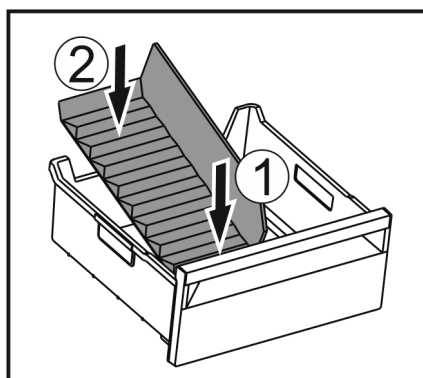

Fig. 98
- ▶ 装入冰格分隔器前部。Fig. 98 (1)
- ▶ 将冰格分隔器后部放低至抽屉底板。Fig. 98 (2)